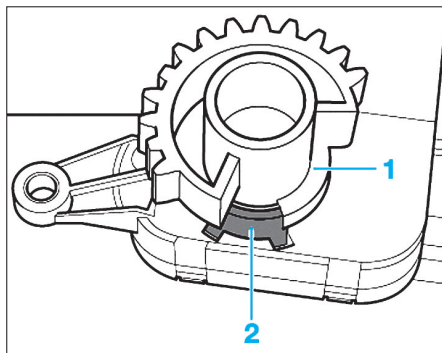

Fig. 38
Le servomoteur est livré en position "air frais", il ne peut être monté que lorsque le pignon (1) est en appui sur la butée (Fig.38).
- Mettre le pignon (1) du servomoteur en appui sur la butée (2) (Fig.38).